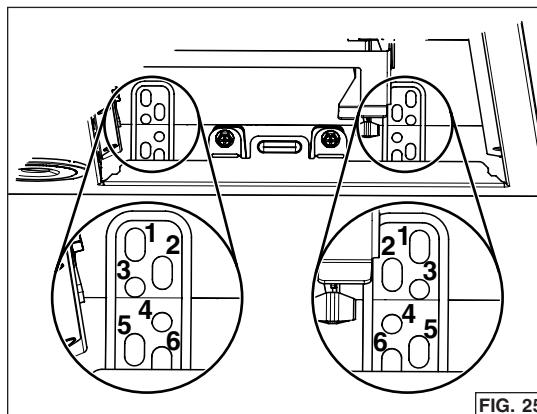

FIG. 25
- Lever la hotte jusqu'à ce que son rebord s'appuie sur la base de l'armoire. Fixer la hotte à l'armoire à l'aide de 4 vis à bois n° 8 x 5/8 po incluses dans le sac de pièces (2 vis par côté). Utiliser les trous supérieurs ou inférieurs (1, 2, 3, 4, 5 ou 6) (FIG. 25).